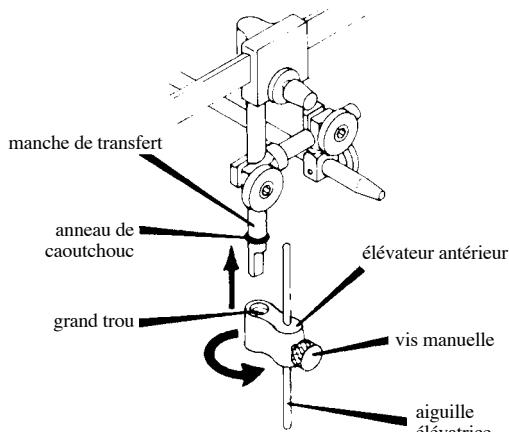

Figure 13
12.L'élévateur antérieur, n°010358-000, se glisse sur le manche de transfert, voir figure 13. Positionnez d'abord le manche dans le grand trou puis faites pivoter l'élévateur antérieur pour le faire glisser jusqu'à l'anneau de caoutchouc. L'aiguille de l'élévateur et la vis manuelle sont positionnées à l'avant du montage. Glissez l'aiguille élévatrice jusqu'à sa position la plus haute et serrez la vis manuelle.